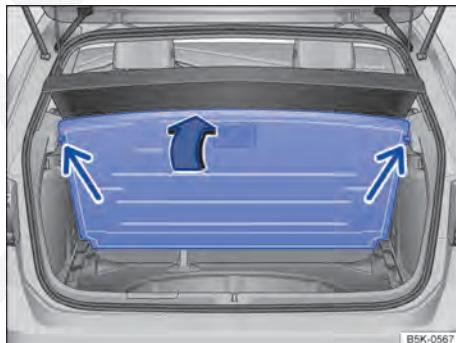

Fig. 101 No compartimento de bagagem: dobrar o fundo do compartimento de bagagem variável para cima.
- Para **abrir**, pegar no rebaixo no assoalho do compartimento de bagagem ⇒ Fig. 100 e dobrar para cima o assoalho do compartimento de bagagem, até que ele fique seguro nas travas laterais (setas) ⇒ Fig. 101.